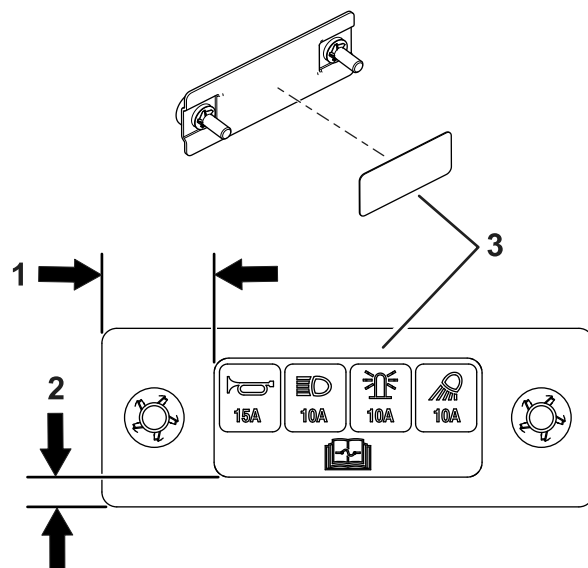

Figura 11
12. Aplique o autocolante na cobertura do fusível como se mostra na Figura 11.